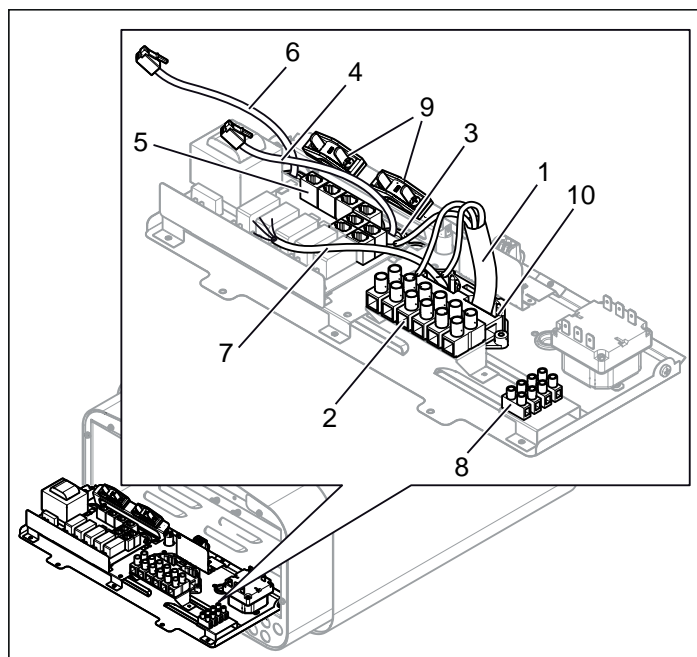
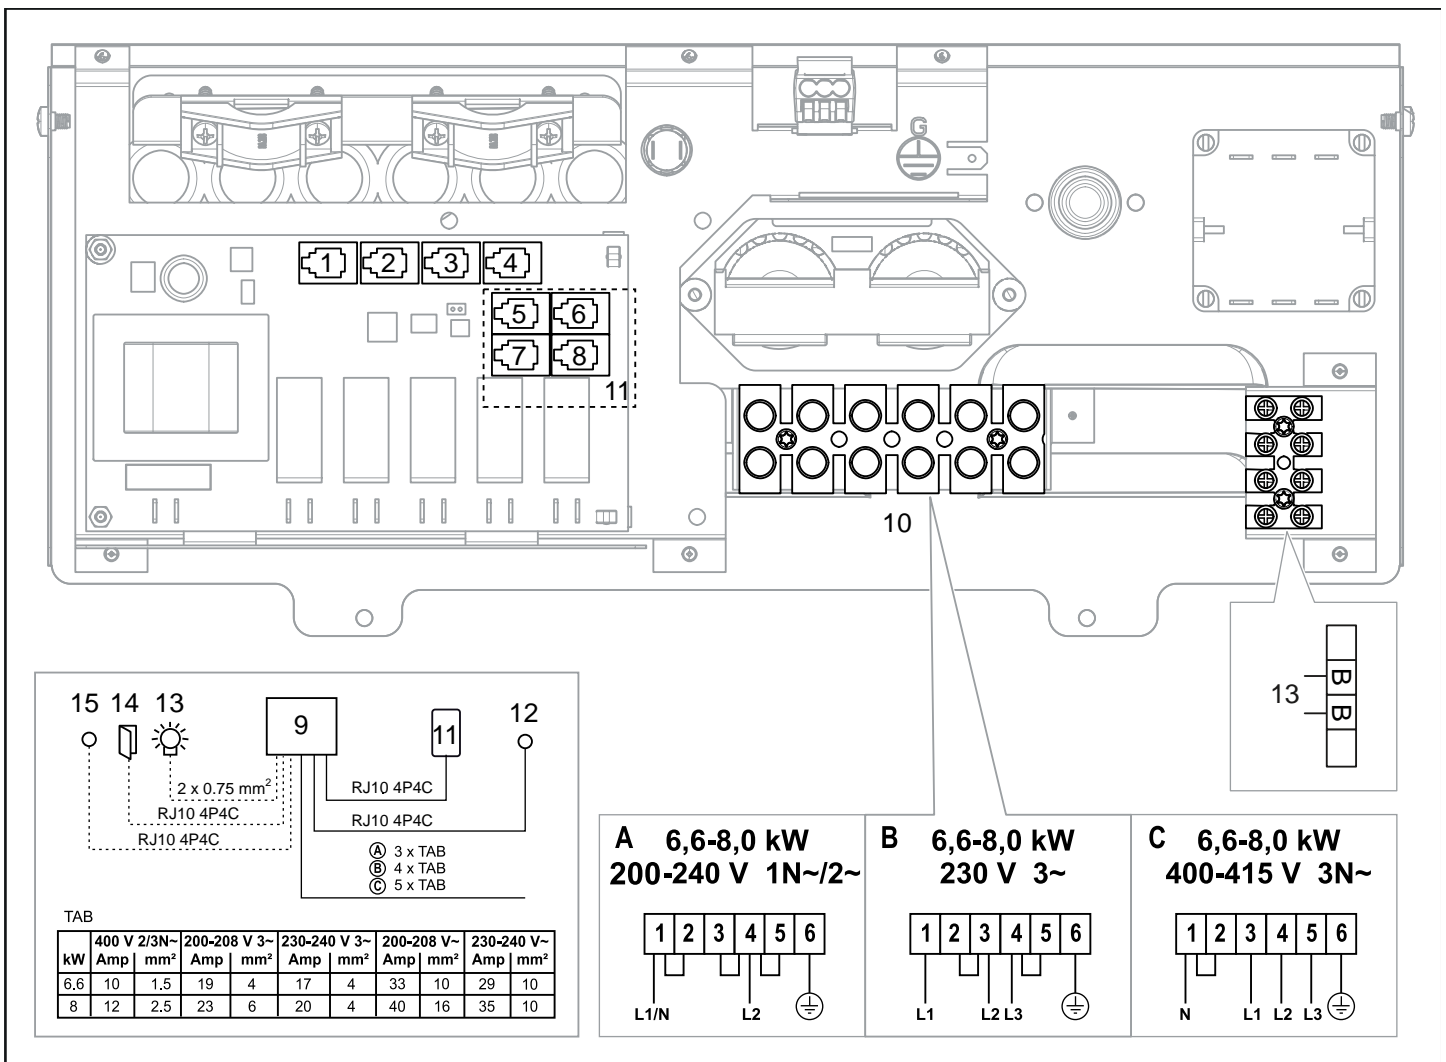

Fig 8: Kretskortet
Fig 16: Kopplingschema
3. Anslut elkabeln (1) i plint (2) (se Fig 8) enligt kopplingschema (se Avsnittet Anslutning/kopplingschema, sidan 5).
4. Dra kablar för manöverpanel och temperatursensor genom kabelgenomföringarna (3). Anslut manöverpanelens kabel (4) i en av de fyra RS485-kontakterna (position 5-8) (5) (se Fig 8) enligt kopplingschema (se Avsnittet Anslutning/kopplingschema, sidan 5).
5. Anslut sensorns kabel (6) till NTC-kontakten på kretskortet (position 1) (5) (se Avsnittet Anslutning/kopplingsschema, sidan 5) enligt kopplingsschema (se Avsnittet Anslutning/kopplingsschema, sidan 5).
6. Anslut eventuell kabel till belysning (7) se Fig 8, sidan 3 till plint (8) enligt kopplingsschema Fig 16, sidan 5.
Vid inkoppling till spänningar eller fas-tal, som inte anges i kopplingschema Fig 16, kontakta Tylö kundservice.